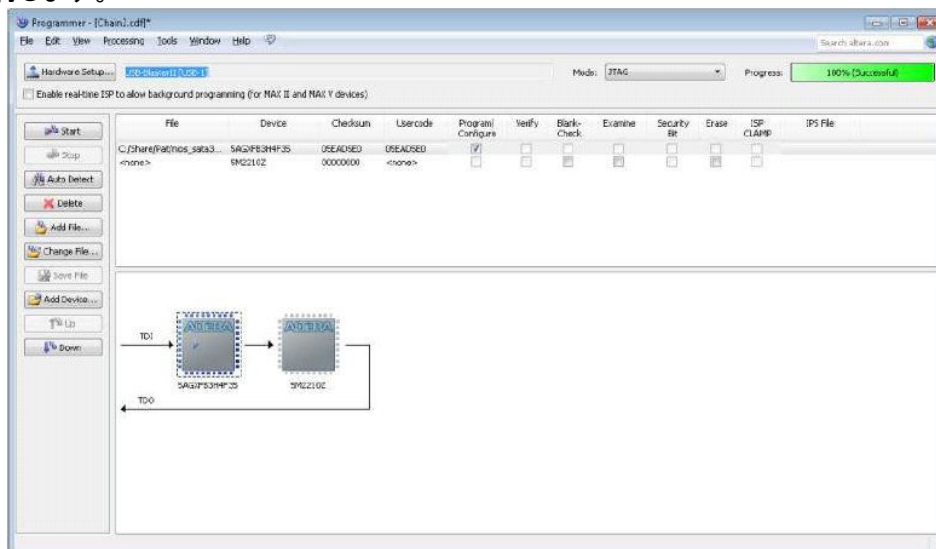

図 4: QuartusII の Programmer で 4chRAID デモ用 SOF ファイルをコンフィグレーション
- Quartus Programmer を起動し、図 4 のように ArriaV GX ボードに 4chRAID デモ用 SOF ファイルでコンフィグレーションを実行します。